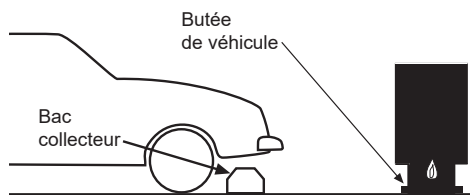

Figure 16. Installation dans un garage
3. Placer le chauffe-eau de manière à ce qu'il soit protégé et à l'abri de dégâts matériels possible par un véhicule en mouvement. En cas d'installation dans un garage, prévoir une butée de véhicule comme illustré à la **Figure 16** pour protéger le chauffe-eau. Consulter les exigences réglementaires en vigueur avant l'installation.